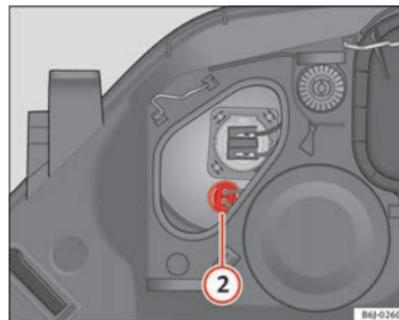

Fig. 150 Feux de position
- Retirez le connecteur ⇒ fig. 150 ② en tirant vers l'extérieur.